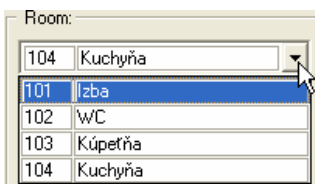

Рис. 1.8-4
4. Переключитесь в помещение номер 101 *Room/101 Комната*. В верхней части панели на правой стороне экрана с названием *Room/Помещение* нажмите кнопку с стрелкой. Появится шторка с перечнем помещений. Щелкните левой кнопкой мыши на строку с текстом 101 *Room/101 Комната*. Все заданные конструкции будут присоединены к этому помещению (Рис. 1.8-4).